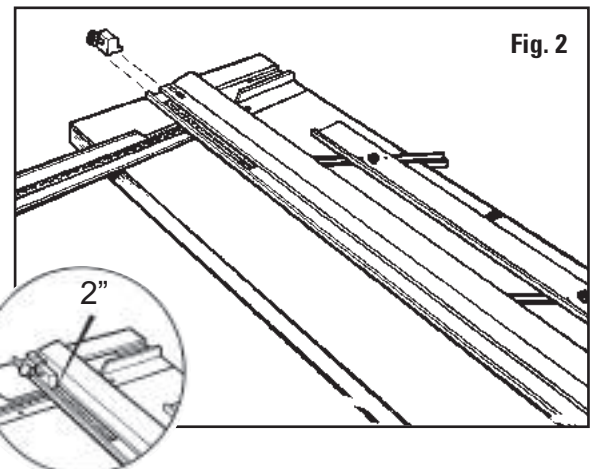

Fig. 2
- Instale el tope del carril de guía sobre el carril de guía y apriete en la marca de 2" en la escala. **Fig. 2**
- Installare l'arresto della rotazione di guida sulla rotazione stessa e serrare sul segno 2" del righello. **Fig. 2**